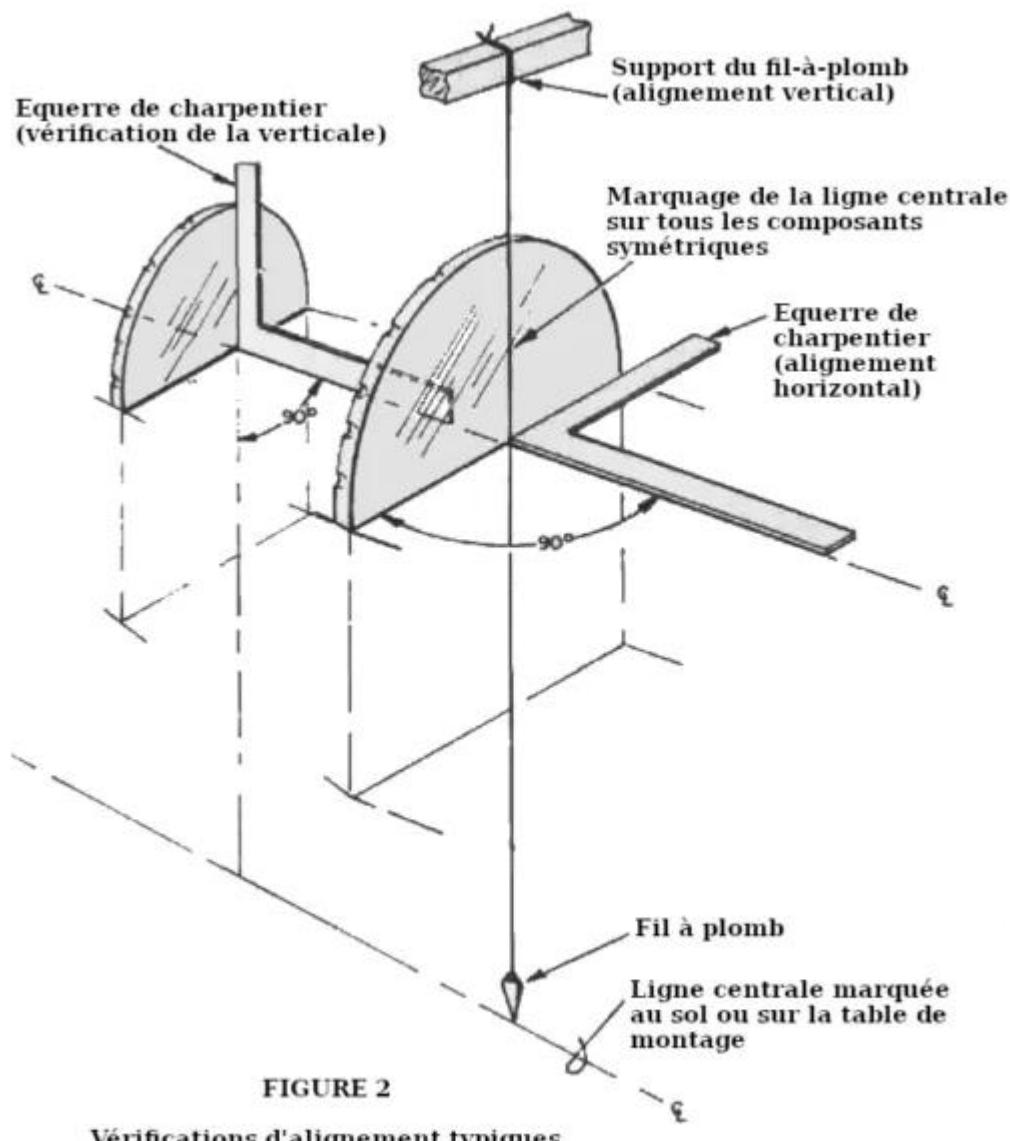

FIGURE 2
- **Un fil à plomb** : Suspendez-le au sommet d'un cadre, d'un gabarit, ou partout où l'alignement vertical doit être vérifié. Voici une astuce pratique. Suspendez la pointe du fil à plomb dans un petit récipient en plastique transparent rempli d'eau afin d'amortir ses oscillations (voir figure 2).
Des contrôles fréquents à l'aide de l'équerre de menuisier peuvent vous assurer que l'assemblage de votre fuselage progresse comme il se doit (voir figure 2).